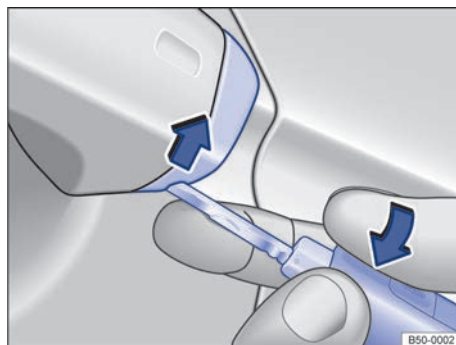

Fig. 54 Maçaneta da porta do condutor: levantar a capa de cobertura.
- Levantar a capa de cobertura com a chave do veículo no sentido da seta → Fig. 54.